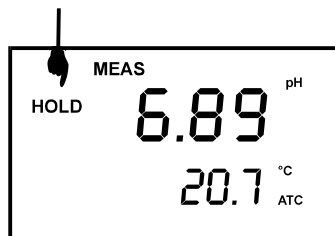

図 16 -ホールド機能
1. 測定値をホールドするためには、測定モードの間に HOLD キーを押してください。HOLD インジケータがディスプレイに表示されます。図 16 を参照ください。